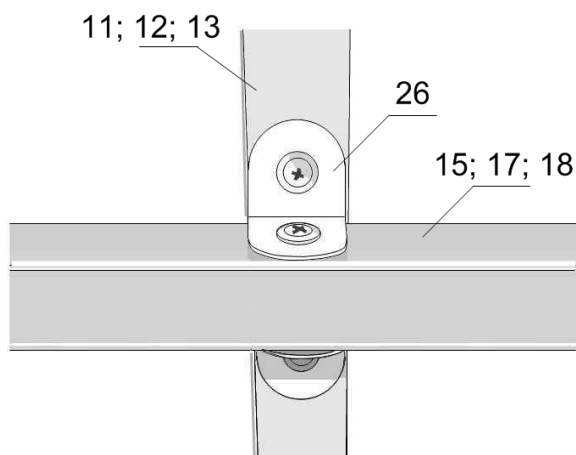

Рис. 14
3.8.5. К присоединенным к торцу стрингерам №14-15 присоедините арку удлинения п.3.7. К дуге № 11 присоедините стяжку № 19 (рис.14; 15).